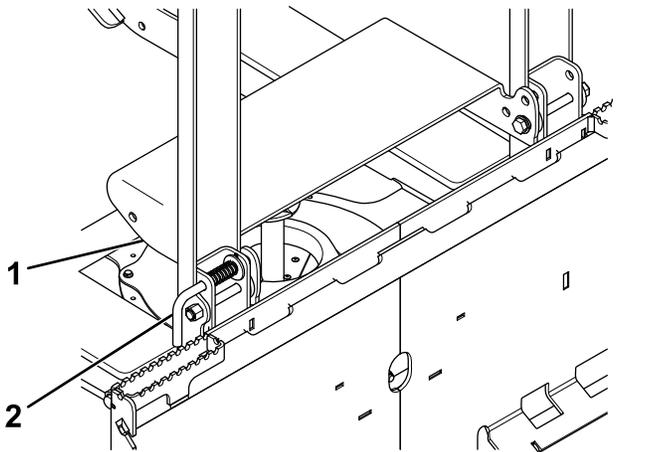

Bild 19
4. Ziehen Sie am Griff des Federstifts am Streuerrahmen heraus und senken Sie den Anschlag der Streuerbox ab (Bild 19).